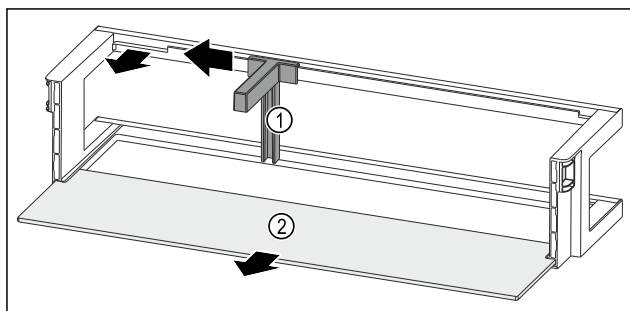

Fig. 90 Рафт на врата с преграда за бутилки и рафт
- Плъзнете преградата за бутилки Fig. 90 (1) настрани до прореза.
- Свадете преградата за бутилки Fig. 90 (1).
- Свадете рафта Fig. 90 (2).